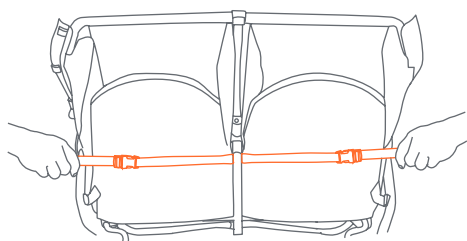

Fig. 17b
- Coloque el respaldo en la posición más alta (Fig. 17b).